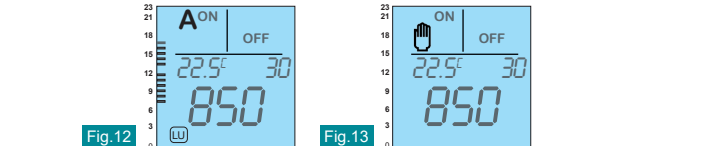

Fig.12 Fig.13
• In modalità **Programma Automatico (A)** la regolazione della **"CO₂"** avviene solamente secondo il programma settimanale impostato dell'utente tramite applicazione. Sul display in alto a sinistra è presente la lettera **"A"** (Fig. 12). A sinistra sono rappresentati i "Segmenti" corrispondenti alle ORE in cui la regolazione è attiva. Ogni "Segmento" corrisponde a **60 minuti**. Il relè commuta **solo** al superamento della soglia di **"CO₂"** nelle ORE indicate dai "Segmenti".
• In modalità **Programma Manuale** (M) la regolazione della **"CO₂"** avviene ogni qualvolta viene superata la soglia impostata.